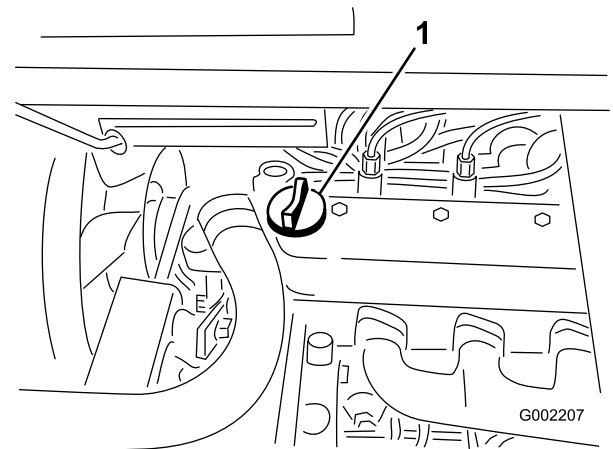

Figura 17
3. Si el nivel de aceite es bajo, retire el tapón de llenado de la cubierta de la válvula (Figura 17) y vierta aceite por el orificio hasta que el nivel llegue a la marca Lleno de la varilla; consulte el tipo y la viscosidad correctos en la sección Mantenimiento del aceite del motor. Añada el aceite lentamente y compruebe el nivel a menudo durante este proceso. No llene demasiado.